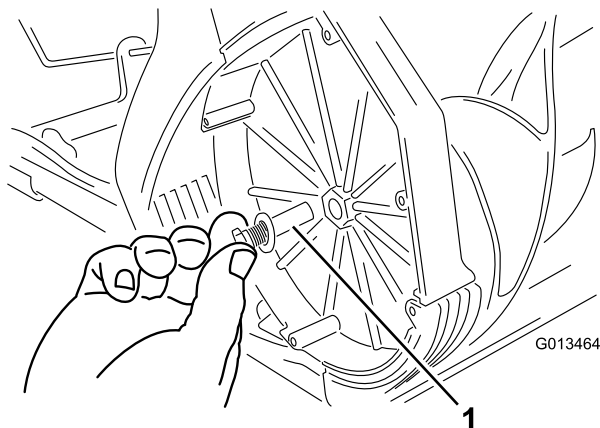

Figure 16
2. Retirez l'axe du rotor (Figure 16).